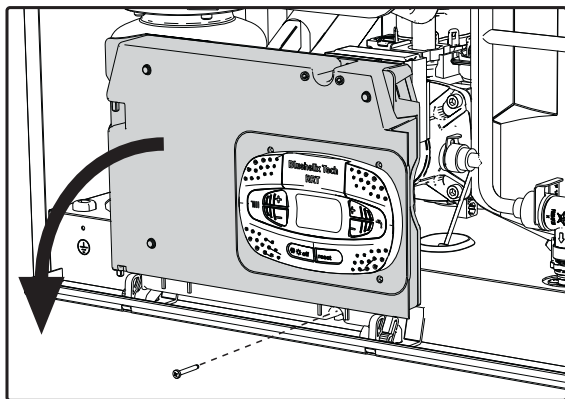
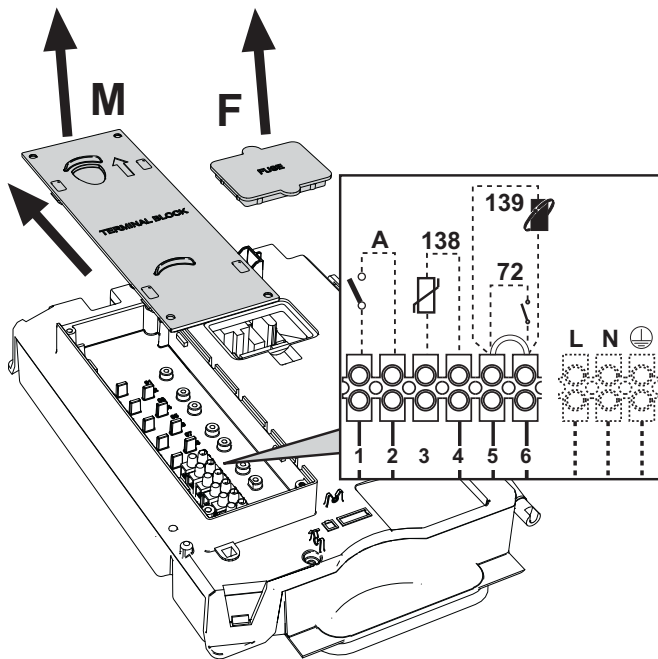

fig. 19
fig. 20
Dopo aver tolto il pannello frontale (sez. "Apertura del mantello frontale e del pannello della camera stagna" a pag. 32) è possibile accedere alla morsettiera (M) e al fusibile (F) seguendo le indicazioni descritte di seguito (fig. 19 e fig. 20). **I morsetti indicati nella fig. 20 devono essere a contatti puliti (non 230V).** La disposizione dei morsetti per i diversi allacciamenti è riportata anche nello schema elettrico alla fig. 42.
Configurazione Interruttore ON/OFF (A fig. 20)